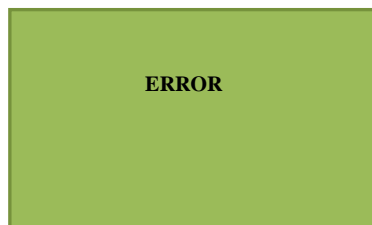

图 2. 2. 5 读卡失败
**第六步:** 按 **ENT** 后回到图 2. 2. 2 所示界面选择第三项 **COPY** 进入图 2. 2. 6 所示界面。